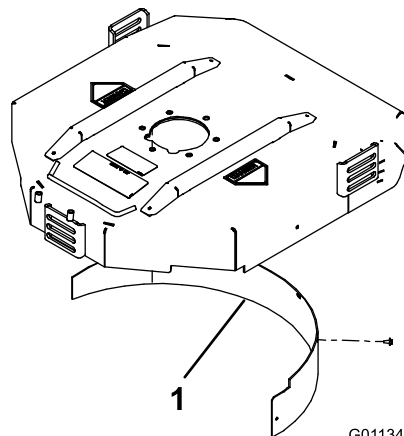

Рисунок 11
2. Установите дефлектор для мульчирования на заднее отверстие и закрепите с помощью 5 болтов с фланцевой головкой (Рисунок 11).